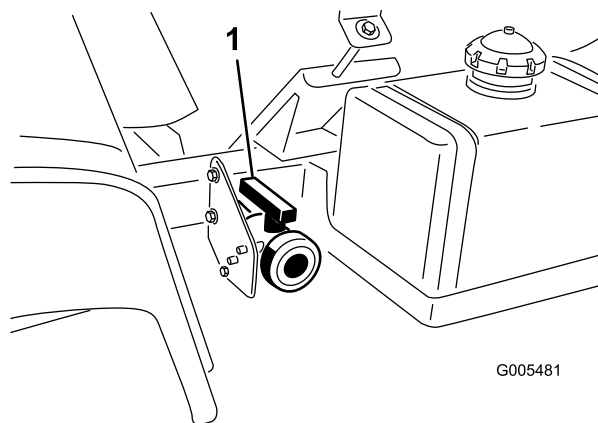

Figure 26
2. Trouvez l'emplacement du robinet de vidange de la cuve du côté gauche de la machine (Figure 26). Le robinet se trouve sur le châssis, devant le réservoir de carburant.